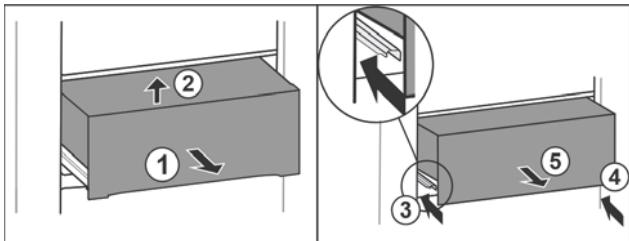

Fig. 31
- Вытяните выдвижной ящик наполовину Fig. 31 (1).
- Приподнимите спереди Fig. 31 (2).
- Вставьте левую направляющую Fig. 31 (3).
- Вставьте правую направляющую Fig. 31 (4).
- Извлеките выдвижной ящик движением вперед Fig. 31 (5).